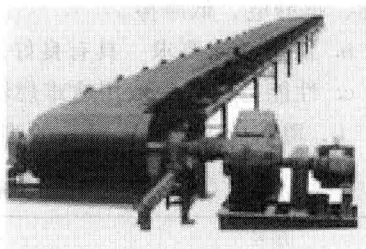

图 1-2 矿用输送带
③ 此橡胶产品配套的主机名称、规格、型号、用途 此橡胶产品配套的主机为矿用皮带输送机, 规格、型号可从矿山等相关资源中查得, 用途是将开采出的煤从井下输送到地面。
④ 此橡胶产品配套的主机使用条件(如温度、压力、介质、速度等)、主要损坏形式、主要性能要求、主要构件、本橡胶产品是否为主要构件 此橡胶产品配套的主机使用条件是温度常温, 压力为煤炭重量, 介质为空气, 有时接触到水、瓦斯, 速度为 $1\sim 2\text{m/s}$ 。主要损坏形式为输送带磨损、起火、构架变形、托辊不灵活。主要性能要求有一定强度和刚度, 耐磨性、阻燃性、抗静电性。主要构件机架、辊筒、托辊、输送带、传动及控制装置, 如图 1-2 所示。本橡胶产品是主要构件。